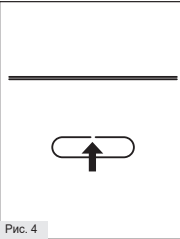

Рис. 4
- 2.2. Для установки освободите намеченные отверстия на задней поверхности светильника от металлических заглушек (Рис. 4).